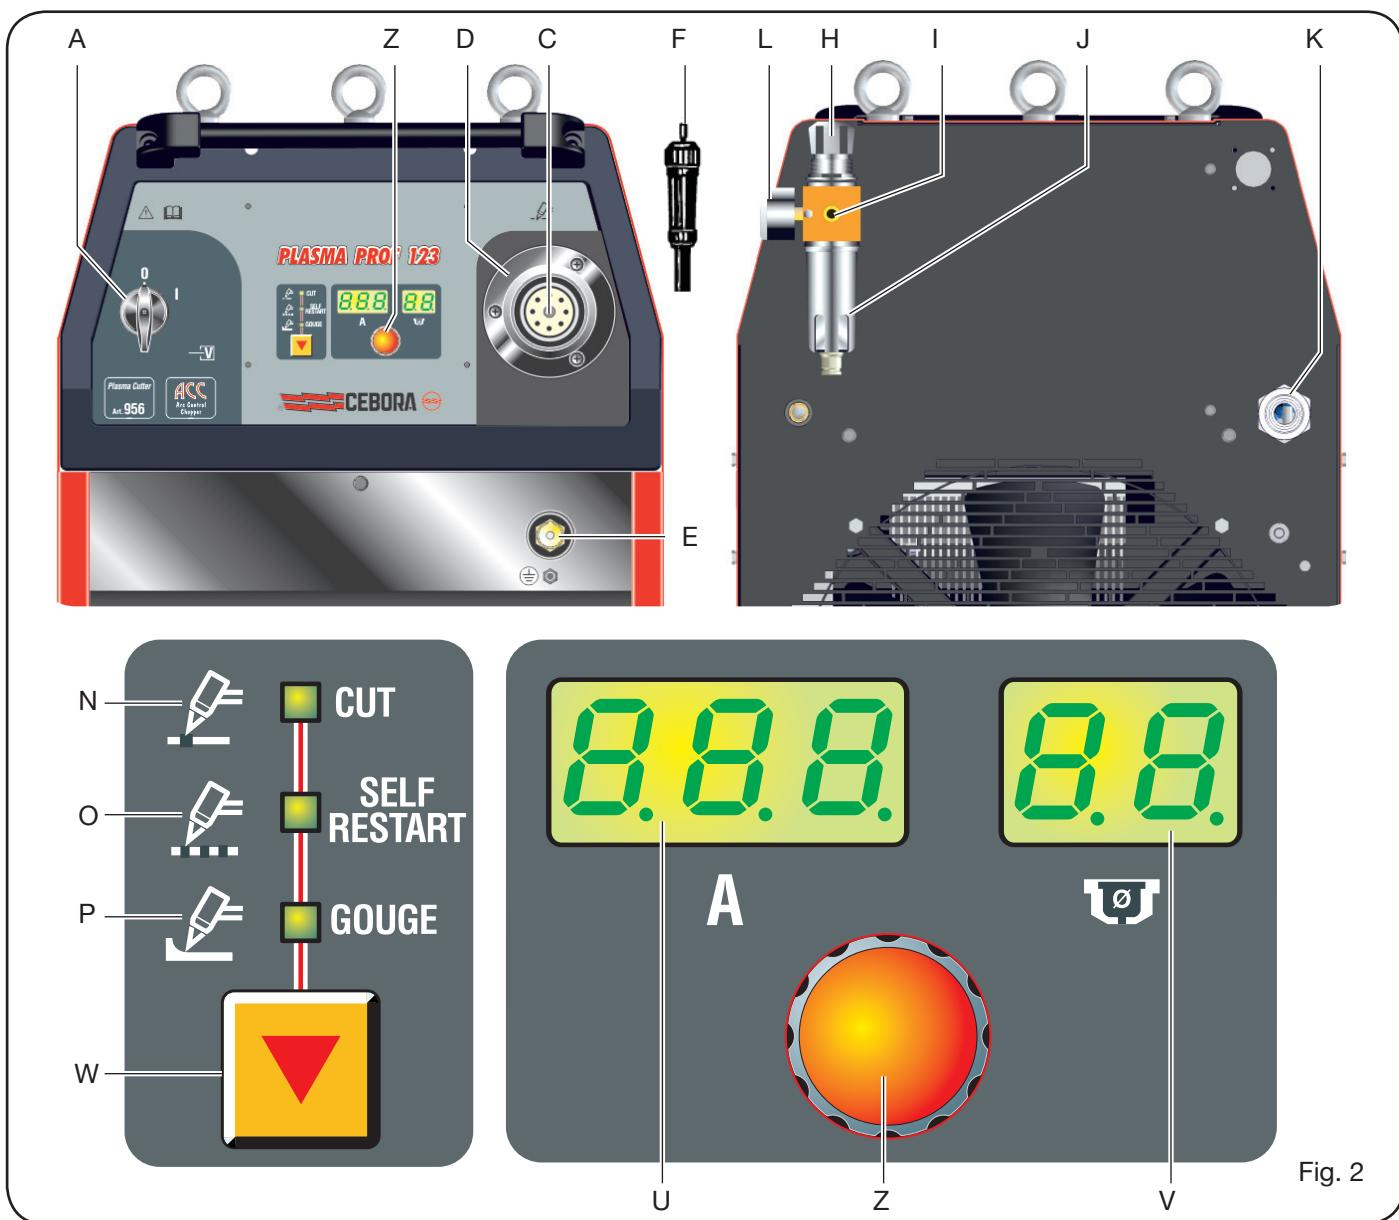

Fig. 2
## 2.2 BESKRIVELSE AF APPARATET (fig. 2)
b) Skal man i tilfælde med stiktilslutning, anvende en der har en kapacitet der er i overensstemmelse med skiltets data. I dette tilfælde skal stikket bruges til fuldstændigt at frakoble maskinen fra nettet, efter at have stillet afbryder A (fig. 2) på "O".